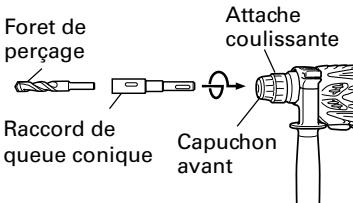
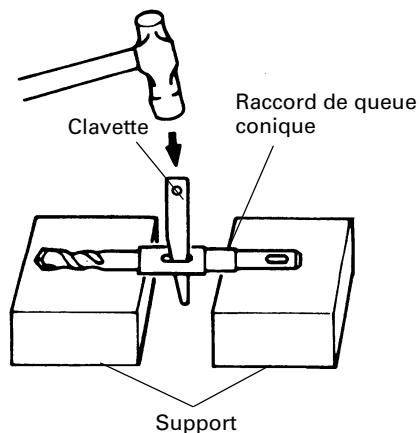

Fig. 13
Fig. 14
- (1) Monter le raccord de queue conique sur le marteau rotatif à percussion (Fig. 13).
- (2) Fixer la mèche (queue conique) sur le raccord de queue conique (Fig. 13).
- (3) Mettre l'interrupteur sur la position de ON (marche) et percer un trou de la profondeur voulue.
- (4) Pour retirer la mèche (queue conique), introduire la clavette dans la fente du raccord de queue conique et frapper la tête de la clavette avec un marteau alors que la perceuse est placée sur le support (Fig. 14).